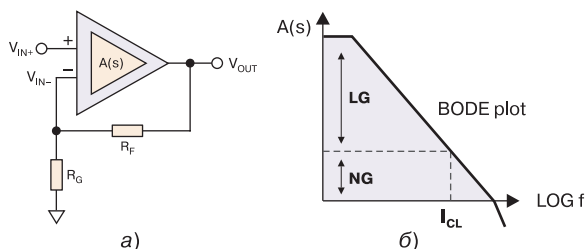
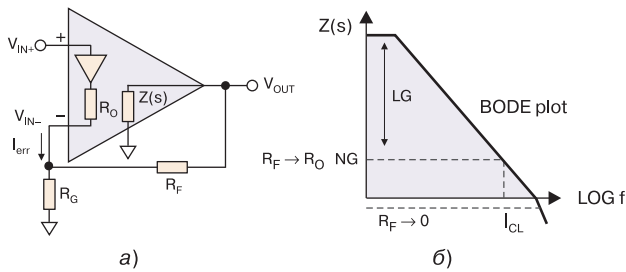

Рис. 1. Упрощенная модель voltage-feedback ОУ (а) и диаграмма Боде для замкнутой неинвертирующей схемы этого ОУ (б)
Рис. 2. Упрощенная модель current-feedback ОУ (а) и диаграмма Боде для замкнутой неинвертирующей схемы этого ОУ (б)
усилителя будет в этом случае пропорционально входному току (например, току фотодиода), умноженному на сопротивление резистора в цепи ОС. Таким образом, используя термин трансимпедансный усилитель, нужно помнить, что таким ОУ может быть или специальный current-feedback ОУ, или любой другой тип ОУ, который преобразует входной ток в выходное напряжение. Упрощенная модель voltage-feedback ОУ приведена на рис. 1, а.
$1 + \frac{R_F}{R_G} = NG$ – коэффициент усиления замкнутого неинвертирующего ОУ, из чего следует, что LG – это отношение коэффициентов усиления разомкнутой и замкнутой схемы усилителя. Полоса пропускания определяется по диаграмме Боде (рис. 1, б) в точке пересечения коэффициентов усиления $A(s)$ и NG . Таким образом, чем выше коэффициент усиления NG замкнутого ОУ, тем уже его полоса пропускания. Если наклон характеристики коэффициента усиления $A(s)$ равен 20 дБ/декада, произведение "коэффициент усиления × полоса" будет всегда постоянной величиной.
Упрощенная модель current-feedback ОУ приведена на рис. 2, а. Неинвертирующий вход этого ОУ является высокоимпедансным за счет включения в схему встроенного буфера с единичным усилением. Инвертирующий вход является низкоимпедансным. Ток рассогласования I_{err} протекает через высокоимпедансный буфер и вытекает из низкоимпедансного входа current-feedback ОУ. Благодаря единичному усилению буфера ток инвертирующего входа отслеживает изменение тока неинвертирующего входа. Ток рассогласования преобразуется в выходное напряжение. Высокоимпедансный усилитель представляет собой частотнозависимое сопротивление $Z(s)$ (рис. 2, б), которое зависит от частоты аналогично коэффициенту усиления $A(s)$ разомкнутого voltage-feedback ОУ (рис. 1, а). На постоянном токе имеем максимальное значение $Z(s)$. Наклон характеристики $Z(s)$ зависит от частоты и составляет 20 дБ/декада.
Можно легко убедиться, что выражения (5)-(8) для current-feedback ОУ аналогичны выражениям (1)-(4) для voltage-feedback ОУ. Однако, выражение LG (loop gain) для current-feedback ОУ, как следует из уравнения (8), зависит только от R_F . Поэтому полоса такого усилителя определяется значением R_F . Точка пересечения R_F и $Z(s)$ на диаграмме Боде (рис. 2, б) позволяет определить полосу и коэффициент усиления замкнутого ОУ типа current-feedback. Произведение коэффициента усиления на полосу для данного ОУ не является постоянной величиной, как это имело место для voltage-feedback ОУ.
Если выход и инвертирующий вход current-feedback ОУ замкнуть между собой ($R_F=0$) и исключить из схемы включения R_G ($R_G=\infty$), то мы получим схему повторителя с высоким усилением в контуре ОС. Отличие от voltage-feedback, является ток короткого замыкания, так как в этом случае выход current-feedback ОУ нагружен на низкоимпедансный инвертирующий вход. Теоретически согласно диаграмме Боде (рис. 2, б) максимальная полоса current-feedback ОУ обеспечивается при $R_F=0$, при этом увеличивается порядок усилителя с контуром ОС. Подобно тому, как это происходит в voltage-feedback ОУ, наличие полюса более высокого порядка в усилителе с ОС приводит к большему фазовому сдвигу на более высокой частоте, а если этот сдвиг превысит 180° , усилитель может вообще потерять устойчивость. Диаграмма Боде позволяет выбрать полосу с достаточным запасом по фазе для различных коэффициентов усиления. Расширяя полосу замкнутого ОУ, можно существенно уменьшить запас по фазе, что приведет к "звону" и перерегулированию при установлении высокочастотного выходного сигнала. Так как полоса частот current-feedback ОУ определяется величиной сопротивления R_F , в технических описаниях (data sheet) для этих ОУ